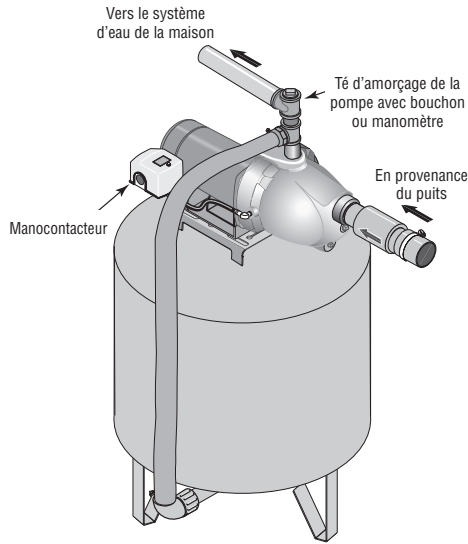

Figure 4 - Branchements sur un réservoir préchargé
Branchement sur un réservoir préchargé (Figure 4)
- 1 ° Poser deux té dans l'orifice de refoulement de la pompe (voir la Figure 4). Le diamètre du tuyau doit être au moins aussi grand que le diamètre de l'orifice de refoulement.